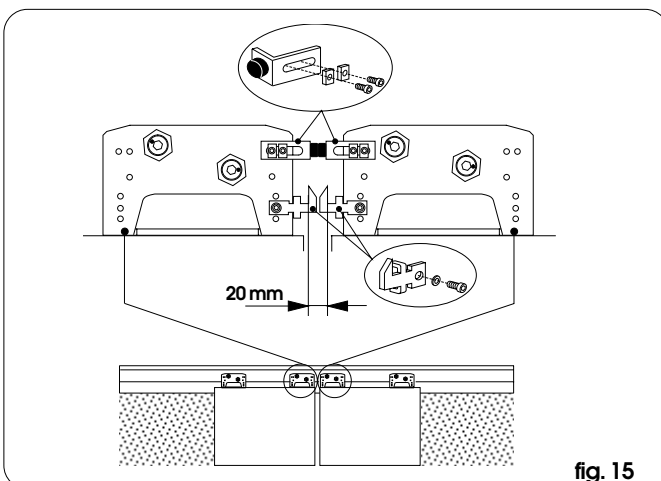

fig. 15
monteer de mechanische stopaanlagen voor de sluiting op de twee binnenstewagens, zoals op fig. 15;
als de grendel wordt gebruikt, bevestig de haken dan aan de binnenste wagens zoals op fig. 15 in de middelste van de 3 voorziene openingen.
- Bij tweevleugelige deuren: regel de op de binnenste wagens gemonteerde aanslagen zodanig dat er een paar millimeter ruimte blijft tussen de gesloten vleugels; als de grendel wordt gebruikt, controleer dan bij gesloten vleugels of de op de binnenste wagens gemonteerde haken de maat van fig. 15 in acht nemen (als de maat groter is, breng de twee binnenste wagens dan dichter bij elkaar).